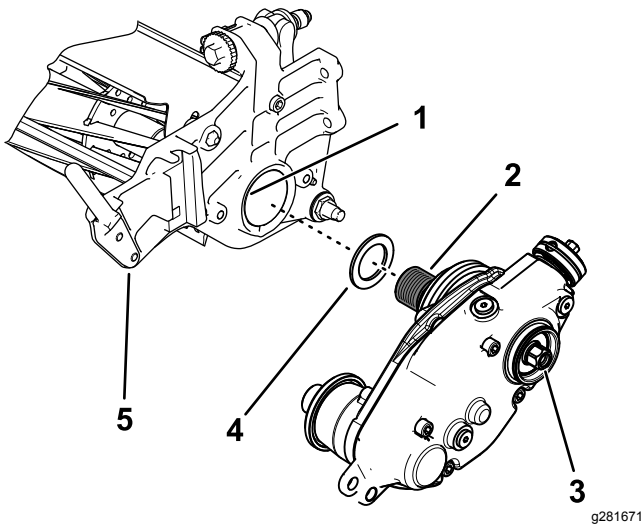

图 7
2. 将填隙垫圈安装到滚刀适配器的螺纹上图 7。
4. 将疏草刀驱动箱添加到滚刀轴上图 7。
6. 在固定滚刀的同时上紧驱动箱轴六角头的扭矩至 135150N·m 请参阅图 7。